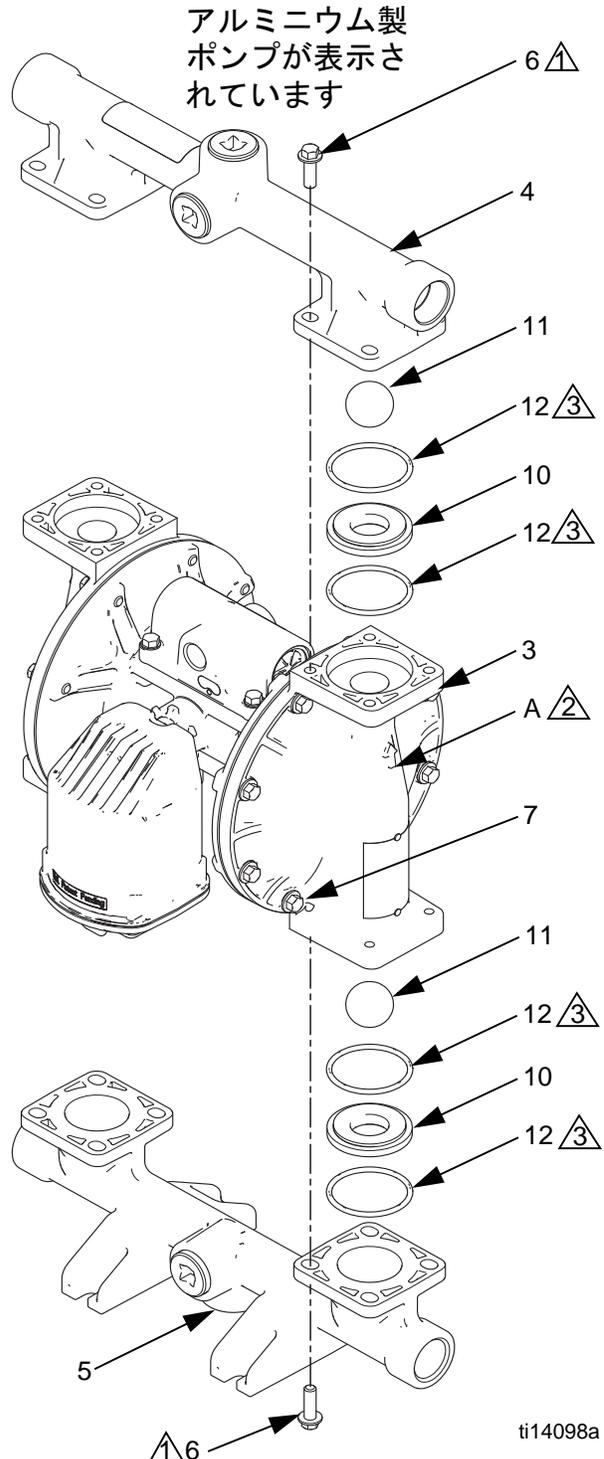

図 7. ボールチェックバルブアセンブリ
3. 排出口マニホールドファスナー（6）を取り外すには、10 mm のソケットレンチを使います。図 7 を参照してください。
2. 逆の手順で再度組み立てます。図 7 に記載のすべての注意に従って下さい。ボールチェック（10-12）およびマニホールド（4, 5）が、表示された内容と完全に一致するように組み立てられていることを確認してください。液体カバーにある矢印（A）は、排出口マニホールド（4）の方向に向いていないとダメです。